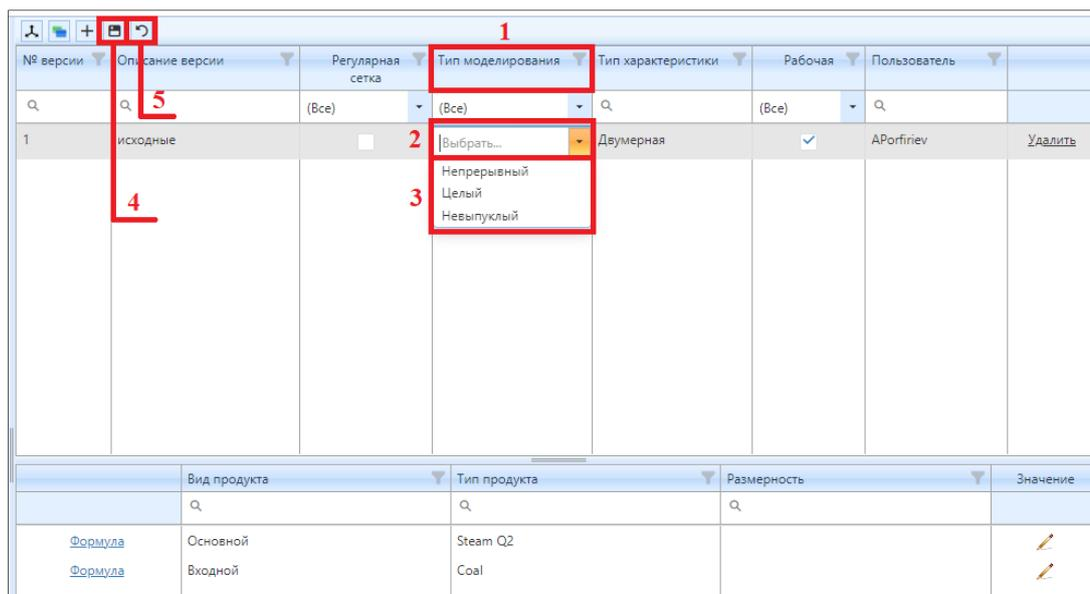

Рисунок 4.3.29 – Настройка типа моделирования для исходной версии характеристики
5. Далее в правой части интерфейса подраздела автоматически формируется исходная версия характеристики с предусмотренными настройками (рис. 4.3.29). Большинство записей с настройками для исходной версии создаются автоматически. Самостоятельно требуется установить настройку с типом моделирования в колонке (1) «Тип моделирования» (рис. 4.3.29). Для этого выделите нажатием левой кнопкой мыши строку с исходной версией, затем двойным нажатием мыши сделайте поле (2) (рис. 4.3.29) активным для редактирования. В выпадающем списке (3) (рис. 4.3.29) выберите запись с соответствующим типом моделирования для компонента. Нажмите на кнопку (4) «Сохранить» (рис. 4.3.29) для сохранения записи с настройкой или на кнопку (5) «Отменить» (рис. 4.3.29) для отмены изменений.